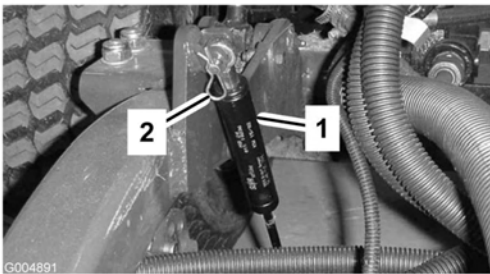

Figura 79
2. Retire o contrapino tipo grampo que fixa os amortecedores aos braços de elevação (Figura 79). Incline o amortecedor em direcção à caixa da plataforma.